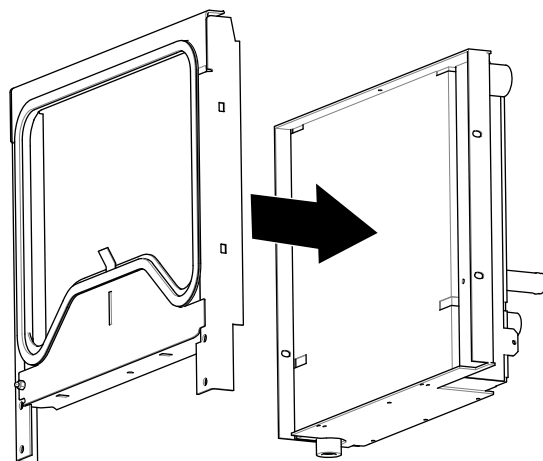

Рисунок 26
1. Совместите отверстия в монтажной раме с отверстиями в радиаторе/маслоохладителе (Рисунок 26).